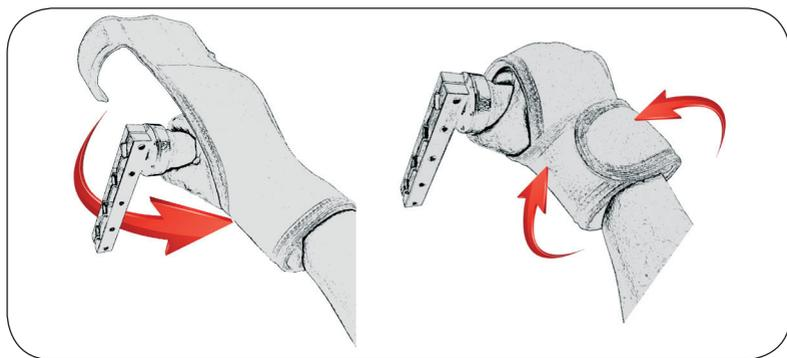

Рисунок 7 – Фиксация верхних конечностей
6.5.5. В случае, если пользователь не в состоянии самостоятельно держаться за рукоятки, зафиксируйте кисти рук манжетами для фиксации верхних конечностей (20) (рис. 7). Для удобства постановки рук в этом случае воспользуйтесь функцией «Установка в стартовое положение», (см. раздел 7.3): выберите конечность «Руки» и нажмите соответствующую кнопку (7) на дисплее пульта управления: первая рукоятка переместиться в нижнее положение, наиболее удобное для укладки руки.
6.5.6. Зафиксируйте первую руку манжетой. Для этого (см. рис.7) расположите манжету поверх кисти таким образом, чтобы синяя сторона соприкасалась с кожей, а двойная контактная лента-липучка оказалась перед рукой. Замотайте ушки вокруг запястья и плотно зафиксируйте их друг к другу.